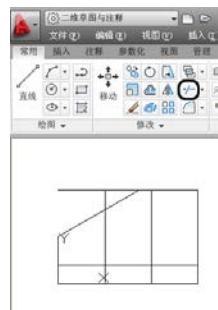

图 2.41 选择需要修剪的对象
(8) 选择【修改】面板中的【修剪】按钮, 在绘图区中选择如图 2.41 所示的图形。
(9) 确定图形处于选择状态, 按回车键对选择的图形进行修剪, 修剪后的效果如图